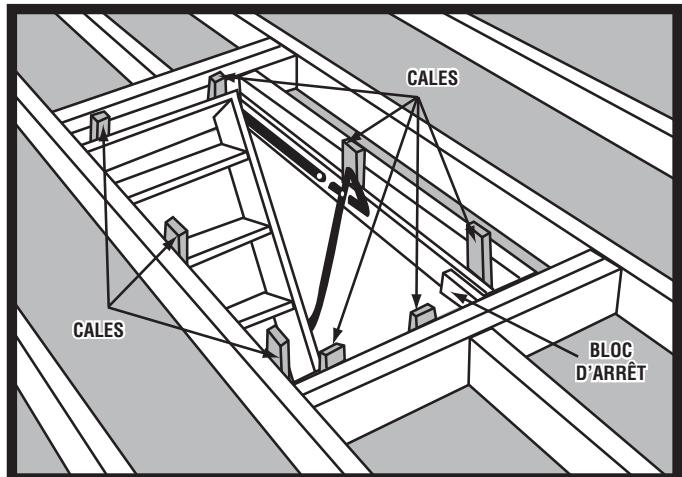

FIGURE 2
- A. Assurez-vous que l'escalier est bien d'équerre et de niveau dans l'ouverture brute. Si le cadre de l'escalier a travaillé pendant que l'escalier était en inventaire, des clous et des blocs de bois utilisés comme cales vont le redresser. Du cintrage est normal car les pièces en bois sont soumises à une forte tension de ressort pendant un certain temps entre l'achat et l'installation (Voyez la FIGURE 2).